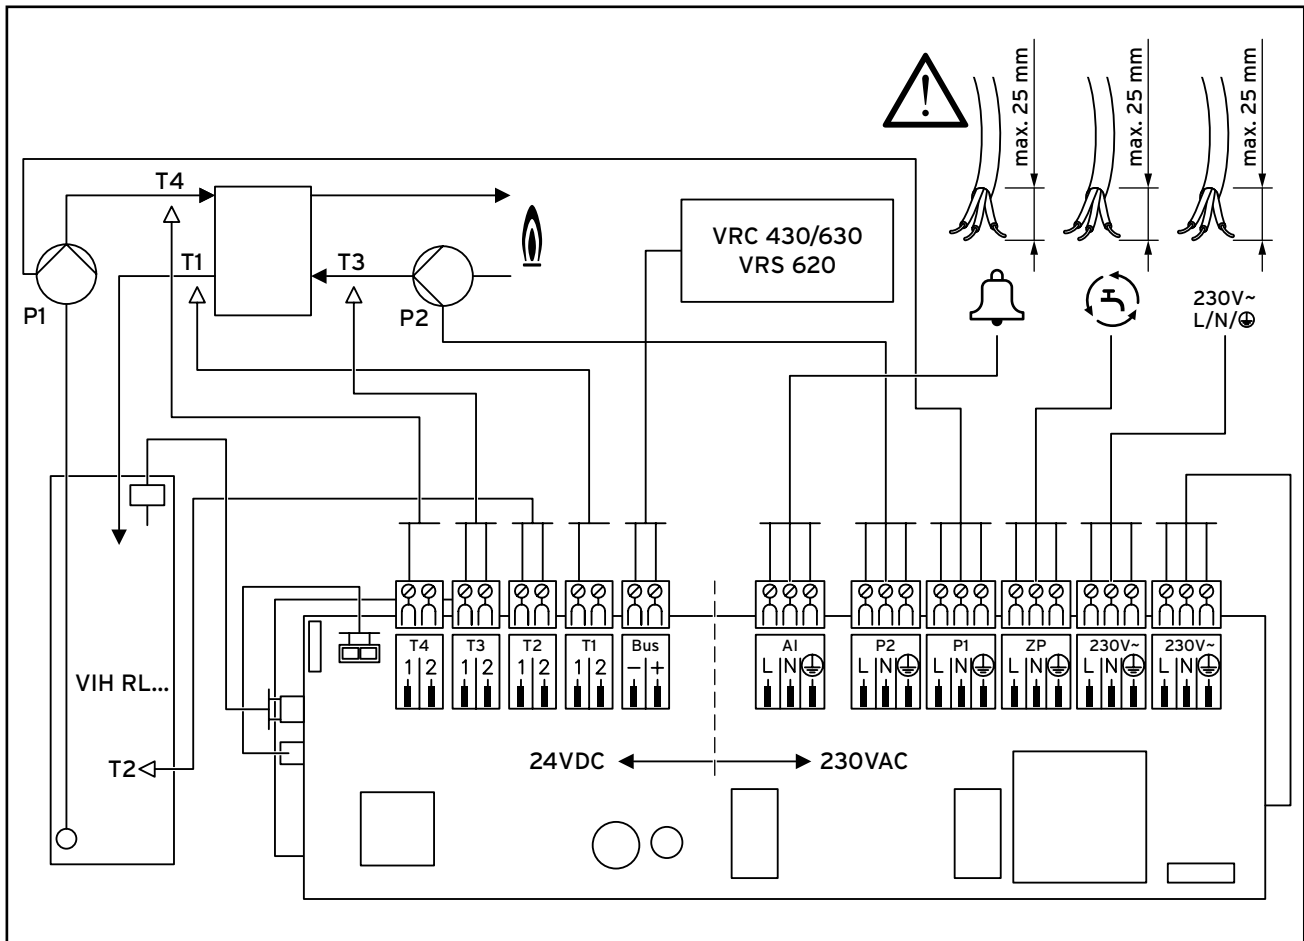

Abb. 5.15 Schaltplan
- Beachten Sie bei den Arbeiten den Schaltplan in der Abbildung 5.15.